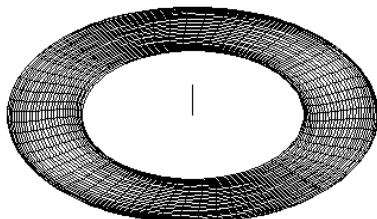

图 12-82 镜像结果
- 18 使用【镜像】命令，选择刚创建的边界网格进行镜像，结果如图 12-82 所示。